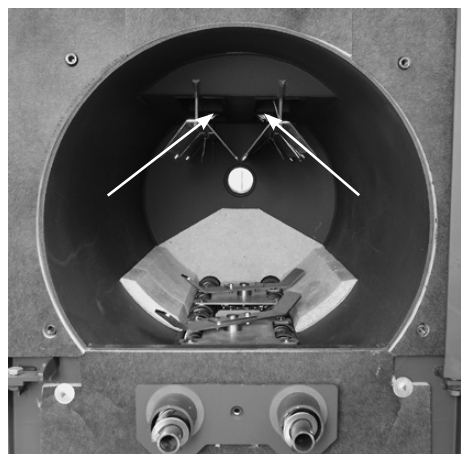

Fig. 18
9. Rimuovere la cenere dalla camera di combustione e dai deflettori in lamiera; al meglio con l'aiuto di un aspirapolvere. Pulire in modo accurato in particolare l'ingresso dei fumi negli appositi tiraggi (frecche - Fig. 18).